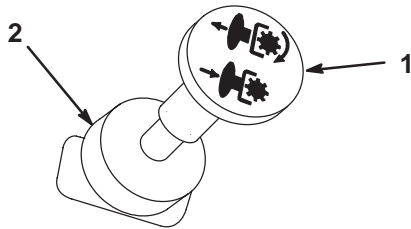

Figure 5
4. Placez la commande de prise de force (PdF) en position débrayée (Fig. 5).
2. Débrayez la PdF (Fig. 5).